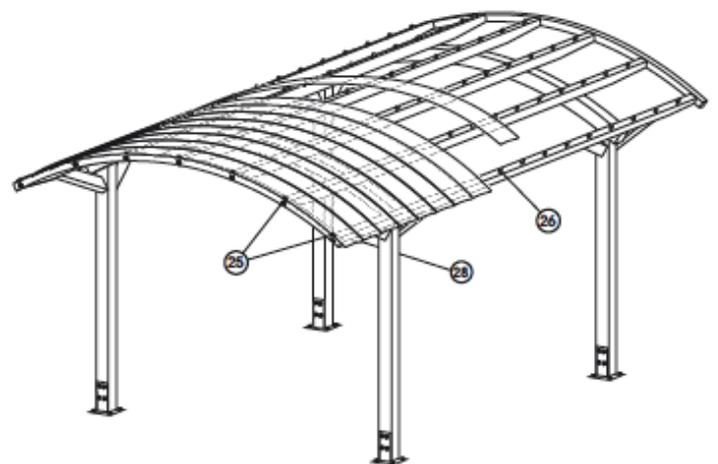

Abb. 10
a) Das erste Paneel so montieren, dass die Seite mit der großen Falte unter den Klammern ⑮ liegt und die kleine Falte auf dem oberen Schnappverschluss ⑳ liegt (und eingerastet ist). Die Paneele werden auf allen Latten verlegt, um eine bogenförmige Abdeckung zu formen.
b) Das zweite Paneel so montieren, dass die Seite mit der großen Falte auf dem vorher montierten ersten Paneel liegt (und eingerastet ist), die kleine Falte wird mit den oberen Schnappverschlüssen fixiert. (Abb. 10)
d) letzte die Seite mit der kleineren Falte unter den Klammern ⑮ liegt, die größere Falte auf das vorher montierte Paneel legen, bis es einrastet. (Abb. 10)